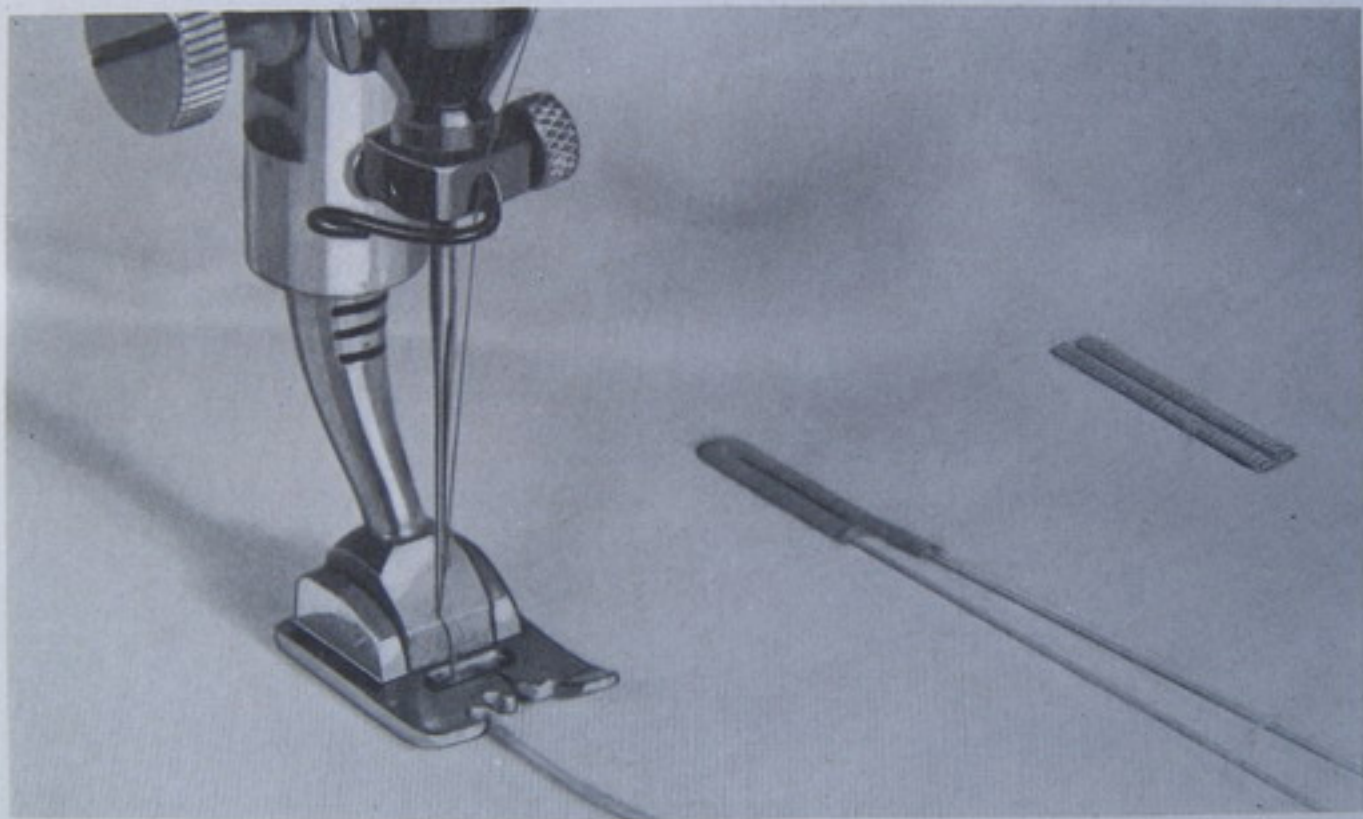

Fig 32
- 1.—Adapte el prensatelas para ojales, marcado con 3 trazos negros en el cuerpo (FIG. 32).